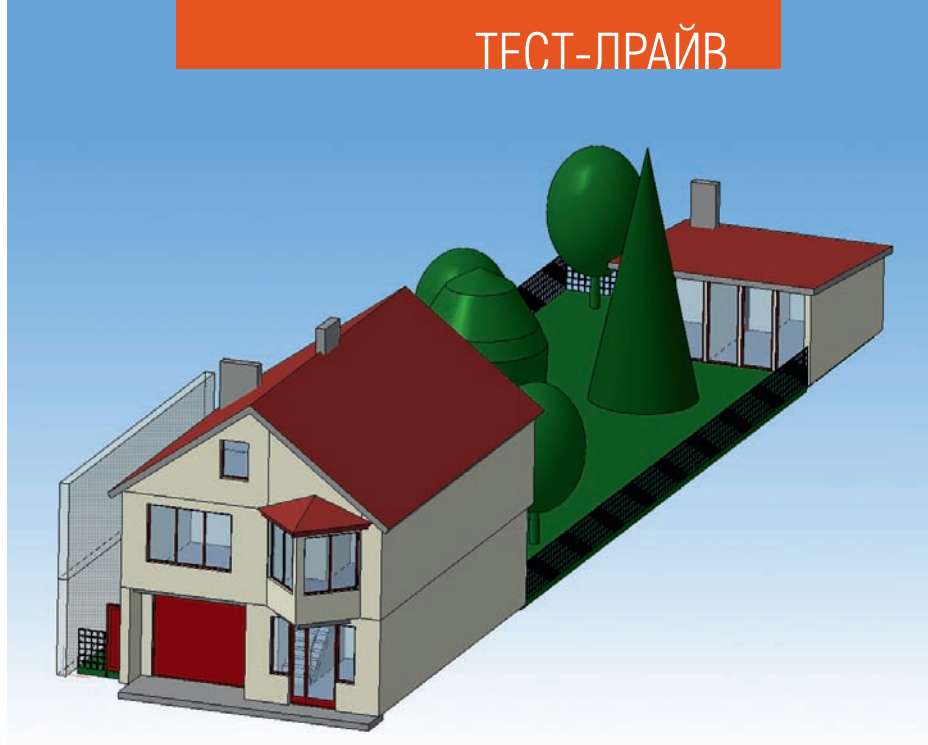

Рис. 1. Двухэтажный коттедж. Тестируем приложения технологии MinD
1. Двухэтажный коттедж с внутренним двориком и летней комнатой. Комплексный тест всех приложений технологии MinD (рис. 1).